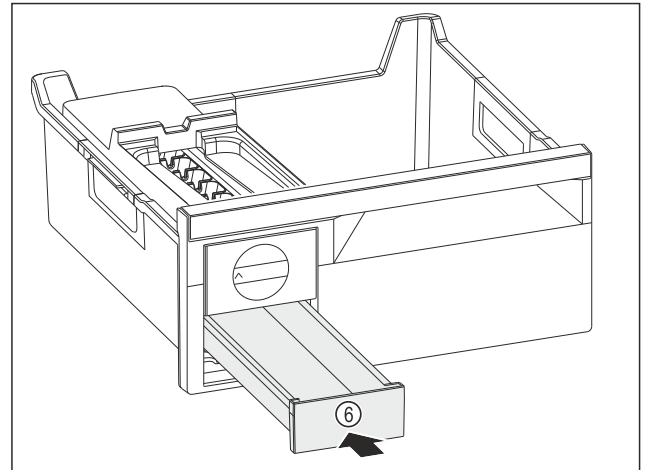

Fig. 177
- ▶ Ijsblokjesvak Fig. 177 (6) inschuiven.